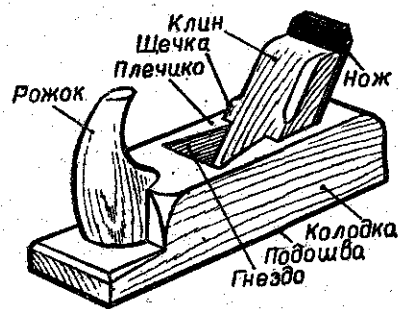

Рис. 68. Рубанок.
Основные части рубанка (колодку, клин, рожок, рис. 68) изготавливают из древесины твердых пород: клена, груши, граба, бука, ясеня. Колодка может быть выполнена из одной за-
План изготовления (см. рис. 68, 69, 73):
1. Подобрать материал, разметить с припуском (см. рис. 68, 69, 75). Припуск по длине не менее 100 мм. Пригодна плотная, вязкая древесина твердой породы.